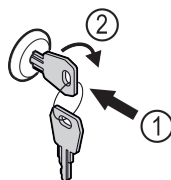

Fig. 207
- Zatlačte kľúč. Fig. 207 (1)
- Otočte kľúč o 90° v smere hodinových ručičiek. Fig. 207 (2)